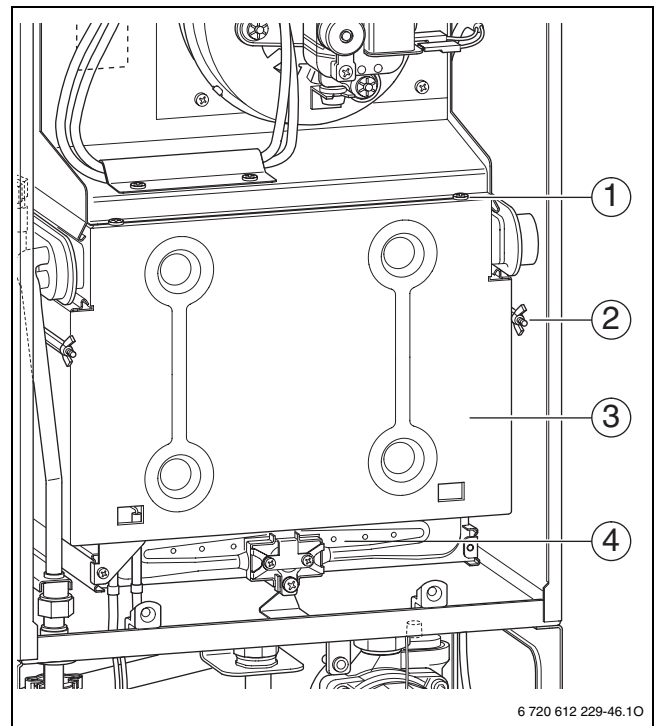

Рис. 73 Відкрити пальник
- Зняти передню стінку камери згоряння та пальник (→ рис. 73).